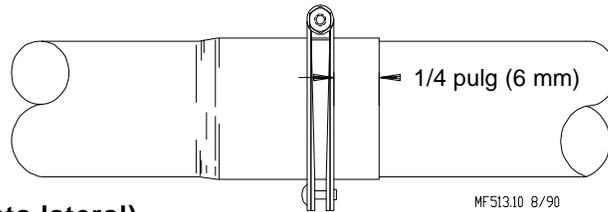

Figura 37. (Vista lateral)
5. Comenzando con el tubo número 1, colocar la aguja transparente del graduador en la posición correcta de acuerdo a la tabla de graduación. Girar el tubo hasta que la burbuja en el nivelador quede en el centro. Instalar y apretar la abrazadera, como se muestra en la **Figura 37**, en la parte acampanada de la tolva.
Colocar los acopladores en las juntas de tubos, como se muestra en la **Figura 37**.